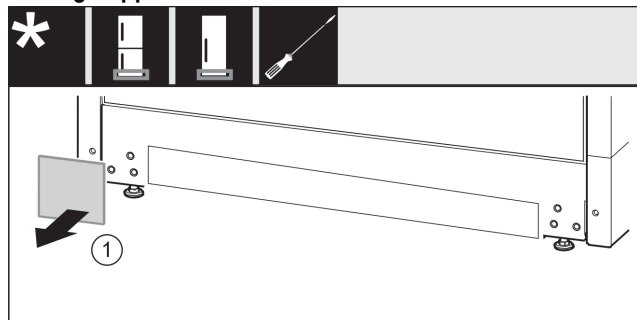

Fig. 19
- Rimuovere la copertura Fig. 19 (1).